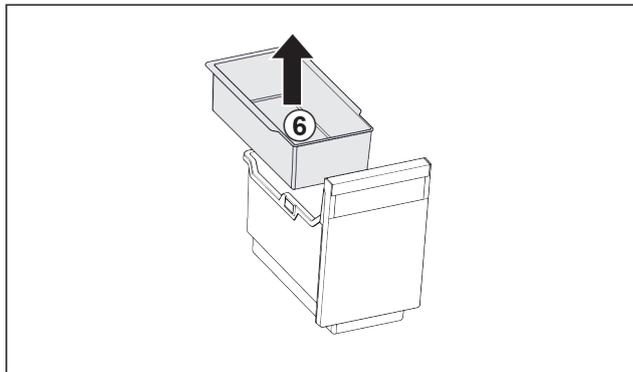

Fig. 100
- ▶ Izvadite ovjesnu posudu Fig. 100 (6).